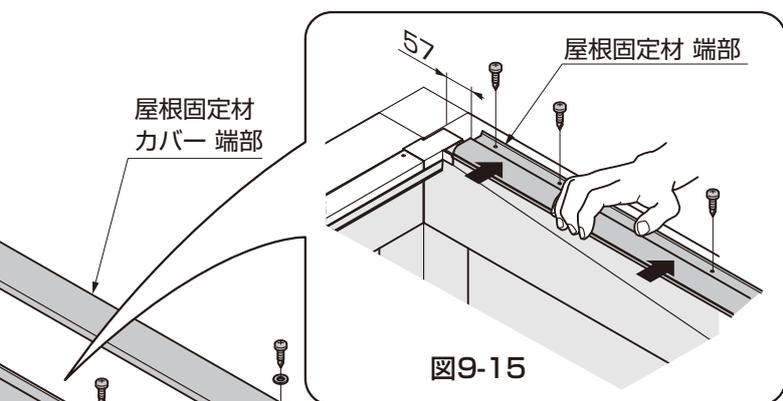

図9-15
①屋根固定材端部・屋根固定材中間の取付け位置は、水上側のフレームの内側から57mmに合わせて【3-1】でフレーム・中間フレームに取付けます。(図9-14、図9-15参照)
●図9-14、図9-15の屋根固定材の位置を確認してください。屋根固定材カバーの取付けができなくなる場合があります。